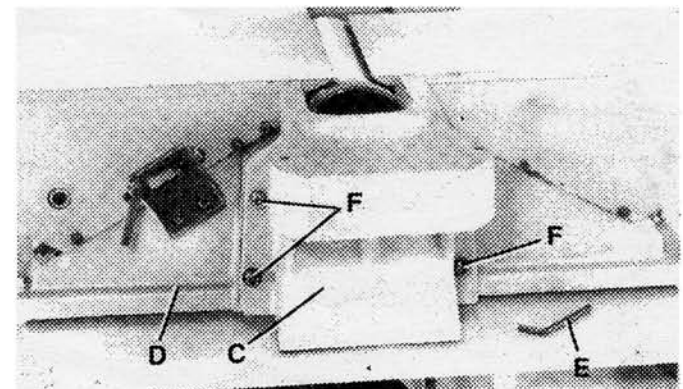

FIGURE 8
2. En utilisant la clé hex. (E), fixez le support de montage (C) Fig. 8, à la dégauchisseuse avec quatre boulons à tête cylindrique M8 x 55mm de long, rondelles à ressort, et rondelles (F), trois sont illustrés.